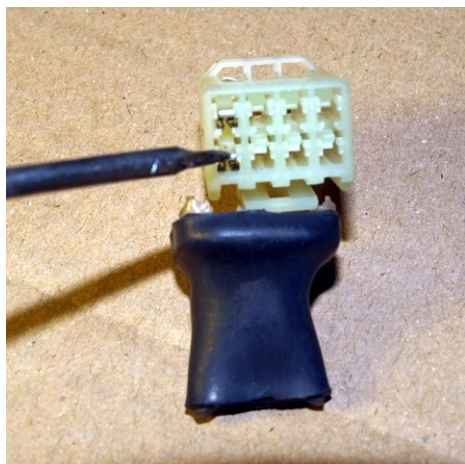

Рис.3. Извлечение контакта
7. С помощью тонкой отвёртки или шила выньте перемычку из заглушки (рис.3).